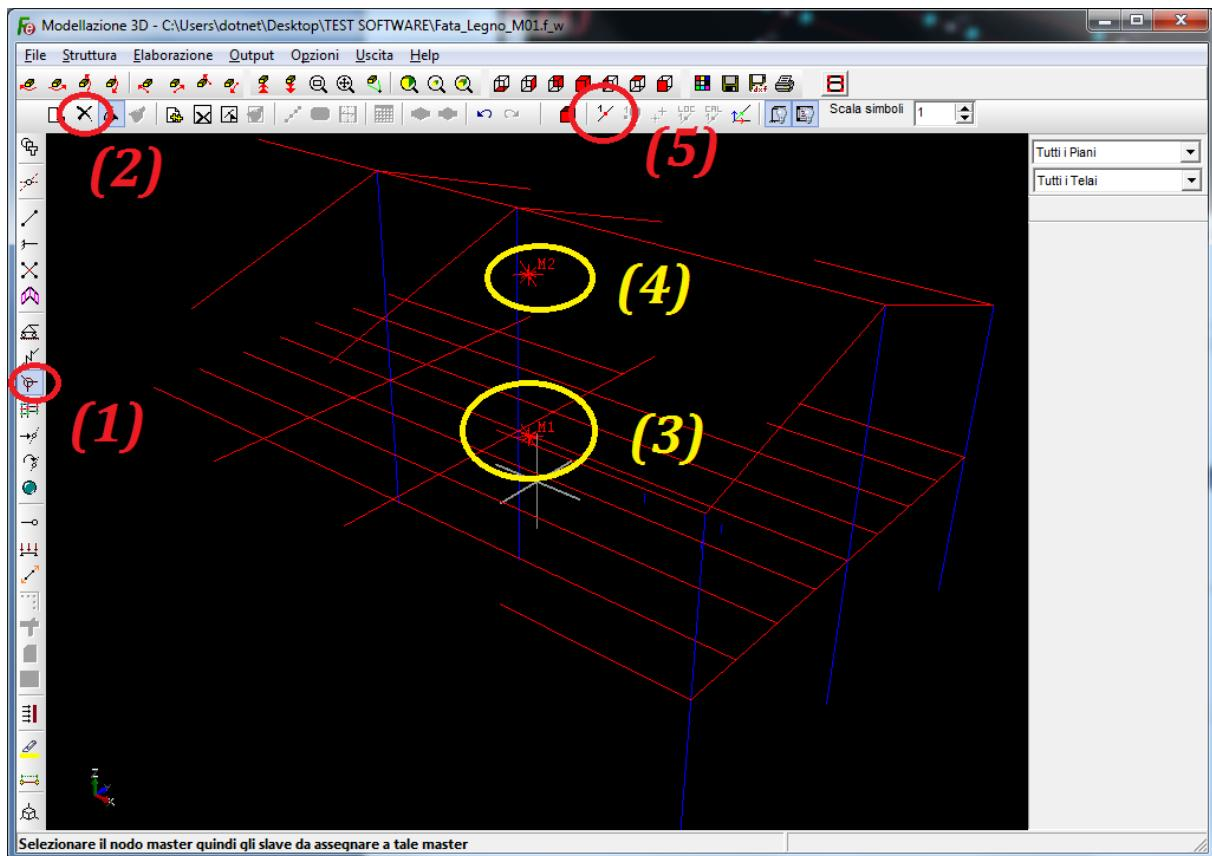

Figura 25
Con riferimento alla figura 25, cliccare, pertanto, sul tasto “*Master / slave*” (1) e poi sul tasto “*Cancella*” (2).